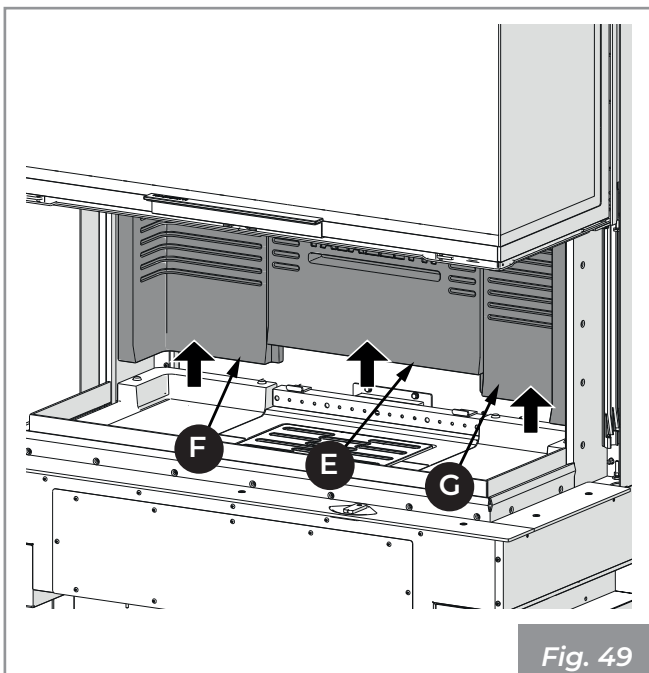

Fig. 49
- 5) Soulever et extraire dans l'ordre le dossier en réfractaire central (E) puis les latéraux (F, G) (Fig. 49).